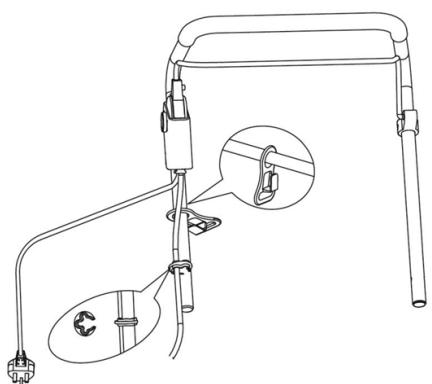

Fig.8
125. In- en uitschakelen (Fig. 8)
De veiligheidsknop (1) klikt vast in zijn positie. (Fig. 8)
Kantel de hendel naar beneden om de voorkant van het apparaat iets op te tillen en het risico op beschadiging van het gazon bij het starten te verkleinen. Druk op de vergrendelknop (1) op het bedieningskastje en trek de bedieningshendel (2) naar u toe terwijl u de knop ingedrukt houdt. (Fig. 8)